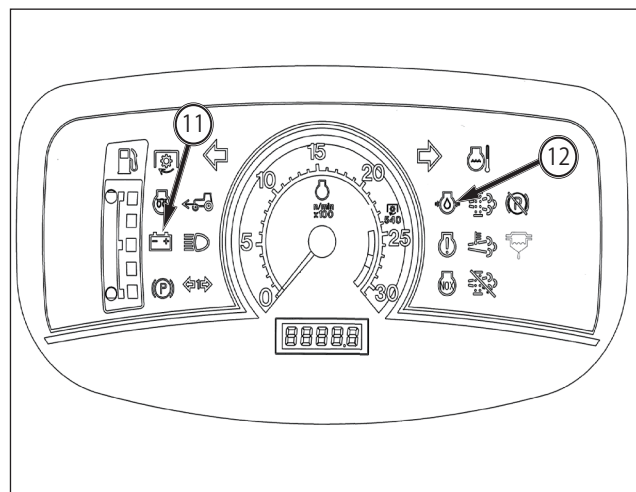

FIG. 54
FIG. 54 : le témoin de charge de la batterie (11) et le témoin de pression d'huile moteur (12) situés sur la rangée des témoins doivent s'éteindre quand le moteur démarre. Si l'un de ces témoins reste allumé, **COUPEZ IMMÉDIATEMENT LE MOTEUR** et recherchez la cause du problème.